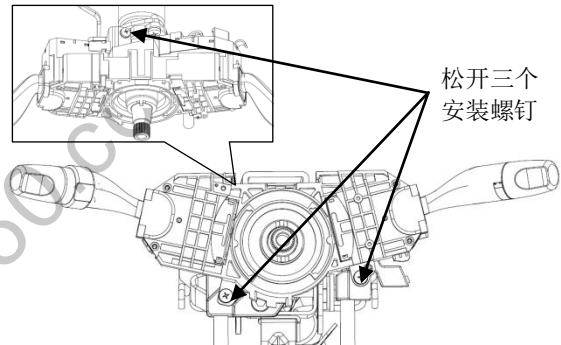

图 4-19
① 拔下连接在组合开关上的接插件。
② 用十字起松开组合开关的三个安装螺钉（两个位于正面、一个位于背面），如图 4-19 所示，取下组合开关。